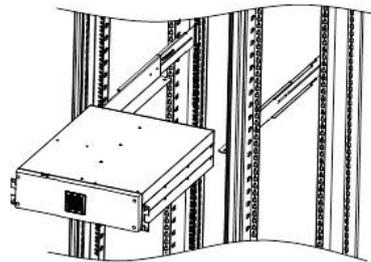

Abbildung 1: Installation im Rack
2. Schieben Sie das Gehäuse in das Rack, wie in Abbildung 1 gezeigt.